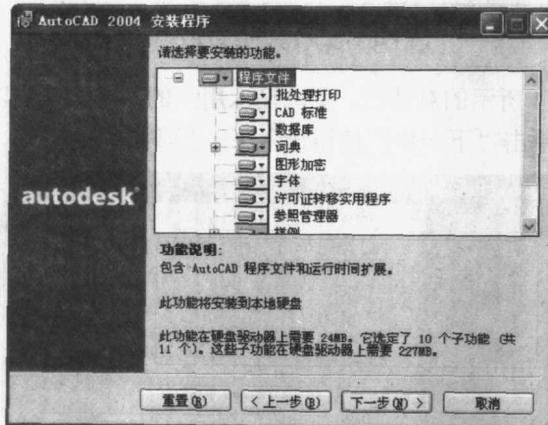

图 1-6 选择安装组件
- “自定义”安装：仅安装选定的文件。默认情况下，“自定义”安装选项将安装所有 AutoCAD 功能。此项适于对 AutoCAD 系统比较了解的高级用户。如果选择此项，安装程序会进一步提示用户选择要安装的组件，如图 1-6 所示。